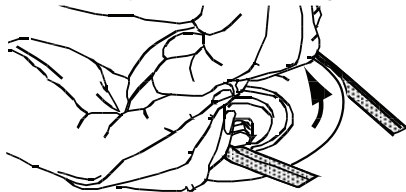

Figura 55
- Tire del lado derecho de la correa y coloque el lado V angosto de la correa en la polea de la PTO. Consulte la Figura 55.